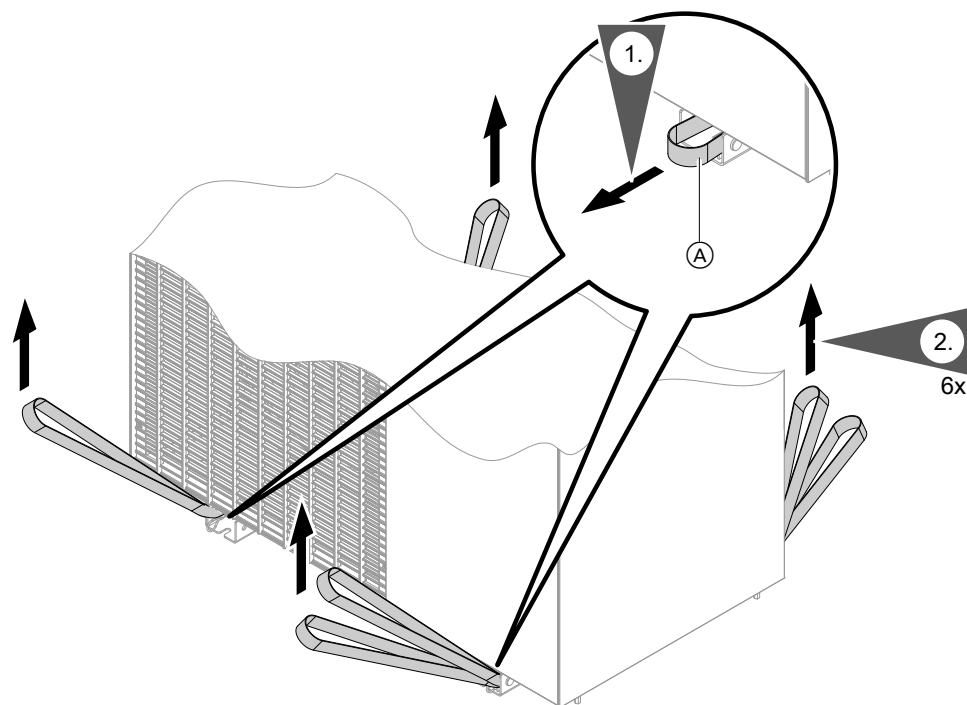

Fig. 5
- En raison de la répartition inégale du poids, 4 poignées de transport sont fixées au rail de montage de droite pour les unités extérieures à 2 ventilateurs : voir fig. 5.